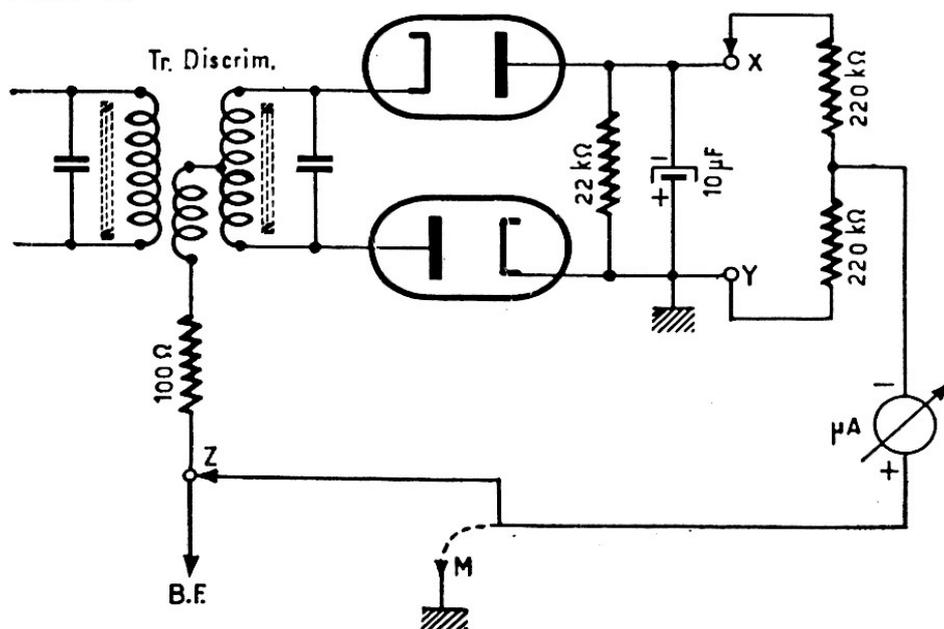

FIG. VIII-3
Un canal moyenne fréquence pour FM comporte en principe deux transformateurs normaux suivis d'un transformateur-discriminateur pour le détecteur de rapport (détection des signaux FM). Le transformateur-discriminateur est suivi de deux diodes (ou d'une double diode), comme le montre la figure VIII-3.
b) Entre les points X et Y du circuit de détection, on connecte provisoirement deux résistances d'égale valeur (220 kΩ) comme le montre la figure VIII-3.
e) Le fil + du microampèremètre est ensuite déconnecté du point Z, puis relié à la masse ; voir figure VIII-3.
3° Pour l'obtention de la *déviatiion maximum* du microampèremètre, le fil + étant toujours connecté à la masse (fig. VIII-3) :
Vérifier également l'état du condensateur électrochimique (de 10 μF environ) monté entre une anode de diode et la masse du détecteur de rapport (fig. VIII-3) ; ce condensateur peut être coupé ou desséché et ne plus présenter la capacité requise.